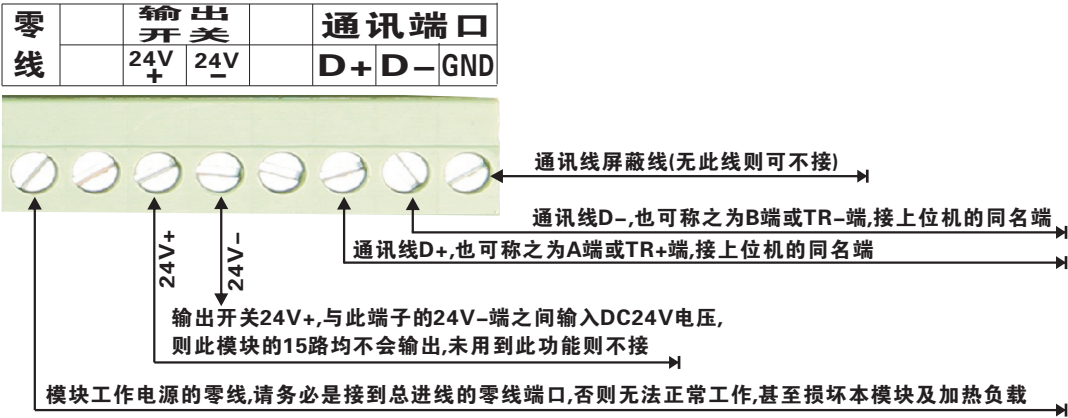

图5:三块模块联动受控接线实例图（限于篇幅，仅以三块控制器为例，多块控制器接法类同）
5.3.12:其它注意事项详见样例接线附图中及相关说明,参考图4(模块功能分布图及说明)及图5(三块模块联动受控接线实例);